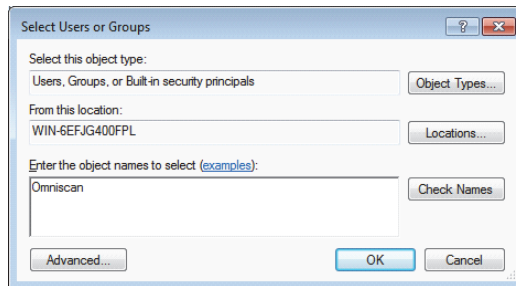

Figura 7-32 Cuadro de diálogo Select Users or Groups (Windows 7)
11. En el cuadro de diálogo **Select Users or Groups** (Seleccionar usuarios o grupos), haga clic en el botón **Locations** (Ubicaciones). Véase la Figura 7-32 en la página 241.
13. En el campo de texto **Enter the object names to select** (Escribir los nombres de objeto para seleccionar), dentro del cuadro de diálogo **Select Users or Groups** (Seleccionar usuarios o grupos), introduzca el nombre **Omniscan** (véase la Figura 7-32 en la página 241) y, después, haga clic en el botón **OK** (Aceptar).